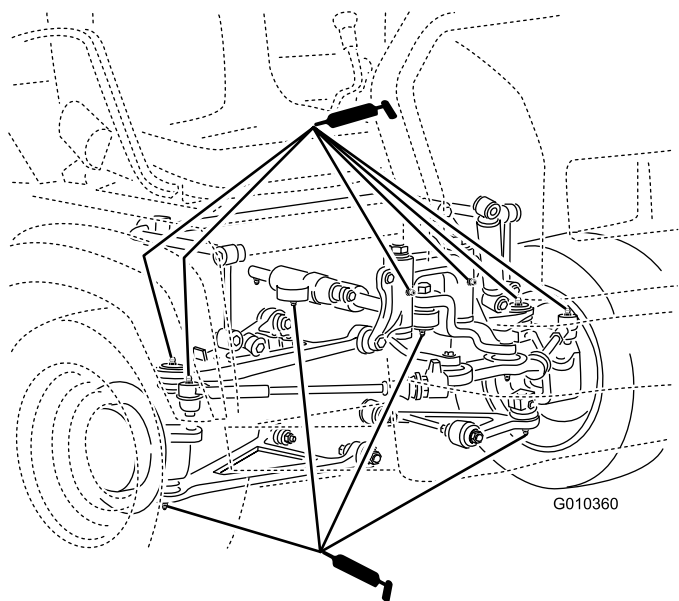

Figura 29
- Articulații sferice (4); consultați Figura 29
- Tirani (2); consultați Figura 29
- Supori pivot (2); consultați Figura 29
- Cilindru direcție (2); consultați Figura 29